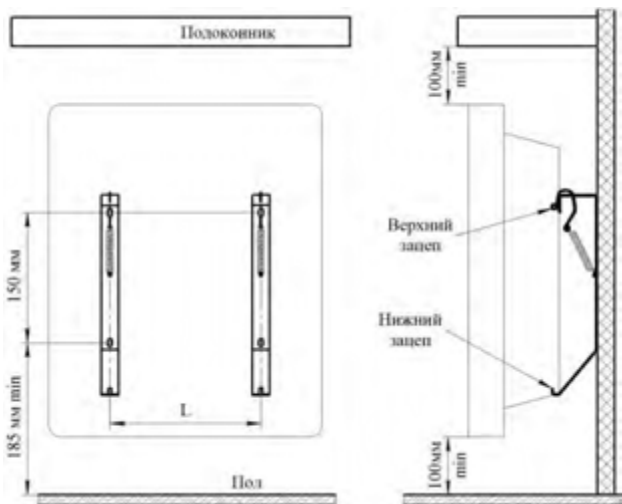

Рис. 1
5.4 Для стационарной установки конвектора выполните на стене разметку под крепёжные отверстия (см. рис.1, табл.2) и закрепите кронштейны для установки конвектора, любым доступным способом, обеспечив надёжное крепление конвектора в течении всего срока эксплуатации и соблюдая минимальные расстояния от поверхностей конвектора до предметов окружающей обстановки, как показано на рисунке 2 (расстояния даны в сантиметрах).